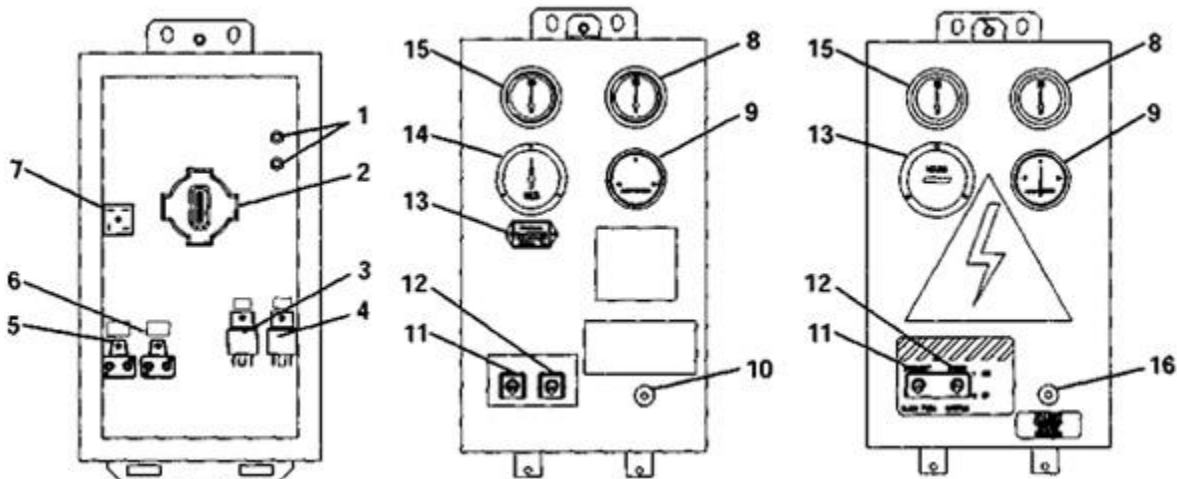

Рисунок 1-6. Блок и панель управления
Элементы, необходимые для контроля и управления агрегатом, расположены в блоке управления, на панели управления (см. Рисунок 1-6) и розетке (см. Рисунок 1-1).
1. Манометр давления масла (см. Рисунок 1-6)
2. Датчик давления масла (см. Рисунок 1-6)
3. Табло датчика температуры воды (см. Рисунок 1-6).
Амперметр (см. Рисунок 1-6), указывает скорость разряда или нагрузку батареи. Это - индикатор функции заряда системы. Кроме того, амперметр предоставляет информацию об состоянии запальных свеч. Во время запуска каждая свеча потребляет приблизительно 7.5 амр.
Этот прибор (см. Рисунок 1-6), определяет полные часы наработки и обеспечивает точное считывание накопленного машинного времени. Эти данные могут использоваться, для составления графика периодического обслуживания. (см. таблицу 4-1.)
Вольтметр переменного тока (см. Рисунок 1-6), устройство, указывающее междуфазовый выход напряжения от генератора. Стрелка прибора в зеленой области при напряжении на выходе агрегата 460 vac (или 230 vac опционально). (см. параграф 4.4.7).
1. Запальные свечи (GPS) (см. Рисунок 1-6)
2. Зажигание (IGN) (см. Рисунок 1-6)